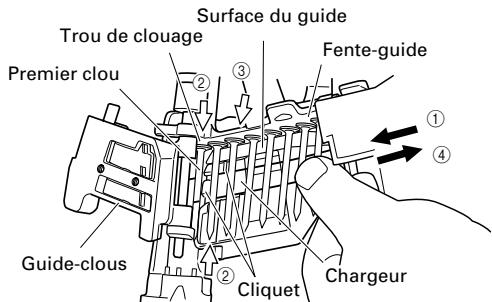

Fig. 4
- (4) Refermer le couvercle du magasin.
- (5) ① Dérouler suffisamment de clous pour atteindre le trou de clouage.
- ② Insérer le premier clou dans le trou de clouage et le second clou entre les deux cliquets du chargeur.
- ③ Ajuster la tête du clou dans la fente-guide. (Fig. 4)